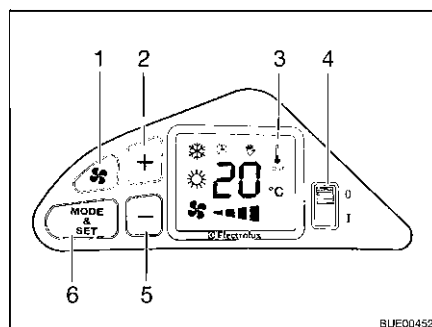

Bild 173 Bedienelemente
- Den Netzschalter (Bild 173,4) auf "I" schalten. Die eingestellte Temperatur wird angezeigt.
- Mit den Tasten "+" (Bild 173,2) und "-" (Bild 173,5) die gewünschte Temperatur einstellen.
- Den Netzschalter (Bild 173,4) auf "0" schalten.
- Den Netzschalter (Bild 173,4) auf "I" schalten.
- Mit den Tasten "✕" (Bild 173,1), "+" (Bild 173,2) und "-" (Bild 173,5) die gewünschte Lüftergeschwindigkeit einstellen.
- Die Taste "MODE & SET" (Bild 173,6) drücken, bis das Kühlsymbol im Display (Bild 173,3) sichtbar ist.
- Die Taste "MODE & SET" (Bild 173,6) drücken, bis das Heizsymbol im Display (Bild 173,3) sichtbar ist.